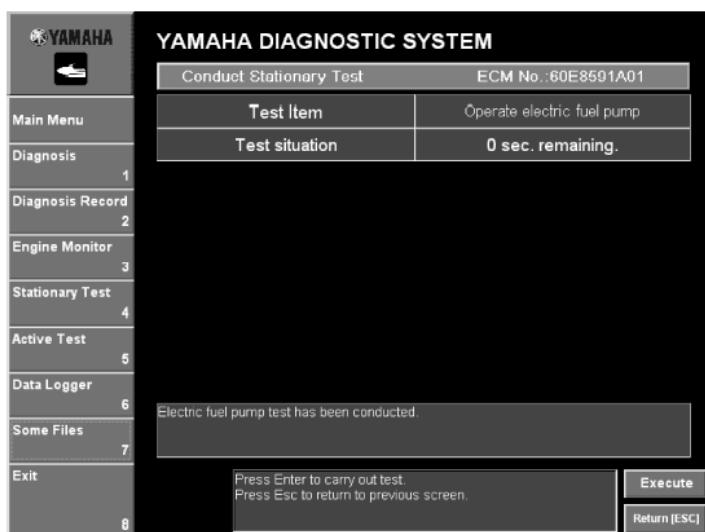

Рис. 81
4. для выполнения повторного теста снова щелкните по **Выполнить(Execute)** или нажмите клавишу Enter клавиатуры. Чтобы выполнить другой тест, щелкните по **Возврат[ESC] (Return[ESC])** или нажмите, Esc на клавиатуре, чтобы возвратиться к окну, в котором можно выбрать другой тест. (Рис. 81)